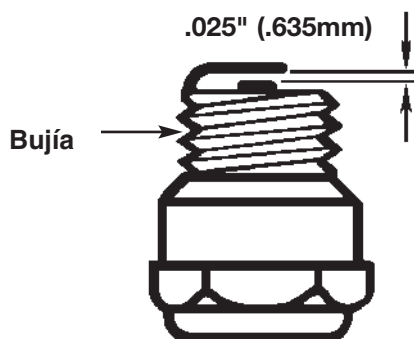

Fig. 25
1. Para retirar la bujía (B) (Fig. 25) para limpiarla o cambiarla: asegúrese de que el motor está detenido y que la bujía está fría. Tire entonces firmemente de la bujía y retírela. Quite la bujía con la llave de bujía correcta. Inspeccione, limpie o cambie la bujía, según sea necesario.